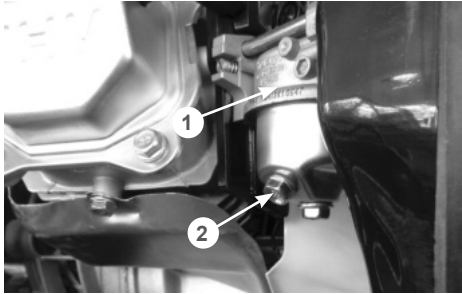

Рис. 20 Слив топлива из карбюратора
3. Открутите болт 2 на карбюраторе 1 (Рис. 20) и слейте топливо из поплавковой камеры в подготовленную для этого емкость.
4. Измерьте зазор А между электродами свечи зажигания специальным щупом В. Зазор А должен быть $0,7-0,8$ мм (Рис. 20). При увеличении или уменьшении требуемого зазора, рекомендуется заменить свечу, так как регулировка зазора может привести к изменению качества искрообразования.
2. Слейте топливо из карбюратора (Рис. 20).